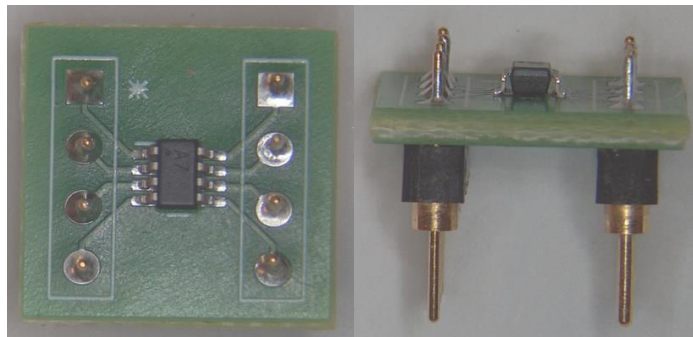

图 2-6. 组装完成的 PCB
- 将分离下来且已焊接 IC 的 PCB 放到端接排针上并焊接固定每个引脚。从 DIP 插座上小心拆焊 PCB。图 2-6 所示为组装完成的 PCB。